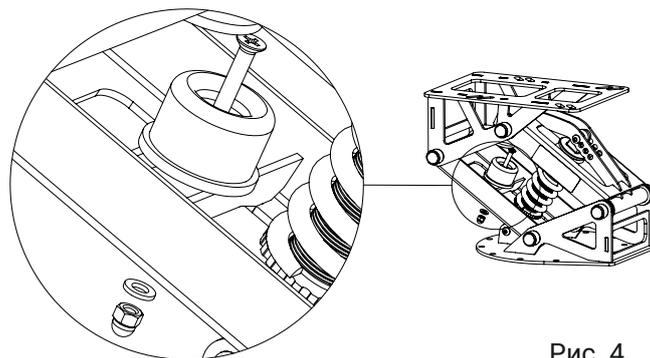

Рис. 4.
5. Установите отбойник (поз.3) с помощью винта (поз. 7), шайбы и гайки (поз. 9, 10). Как показано на (рис.4).